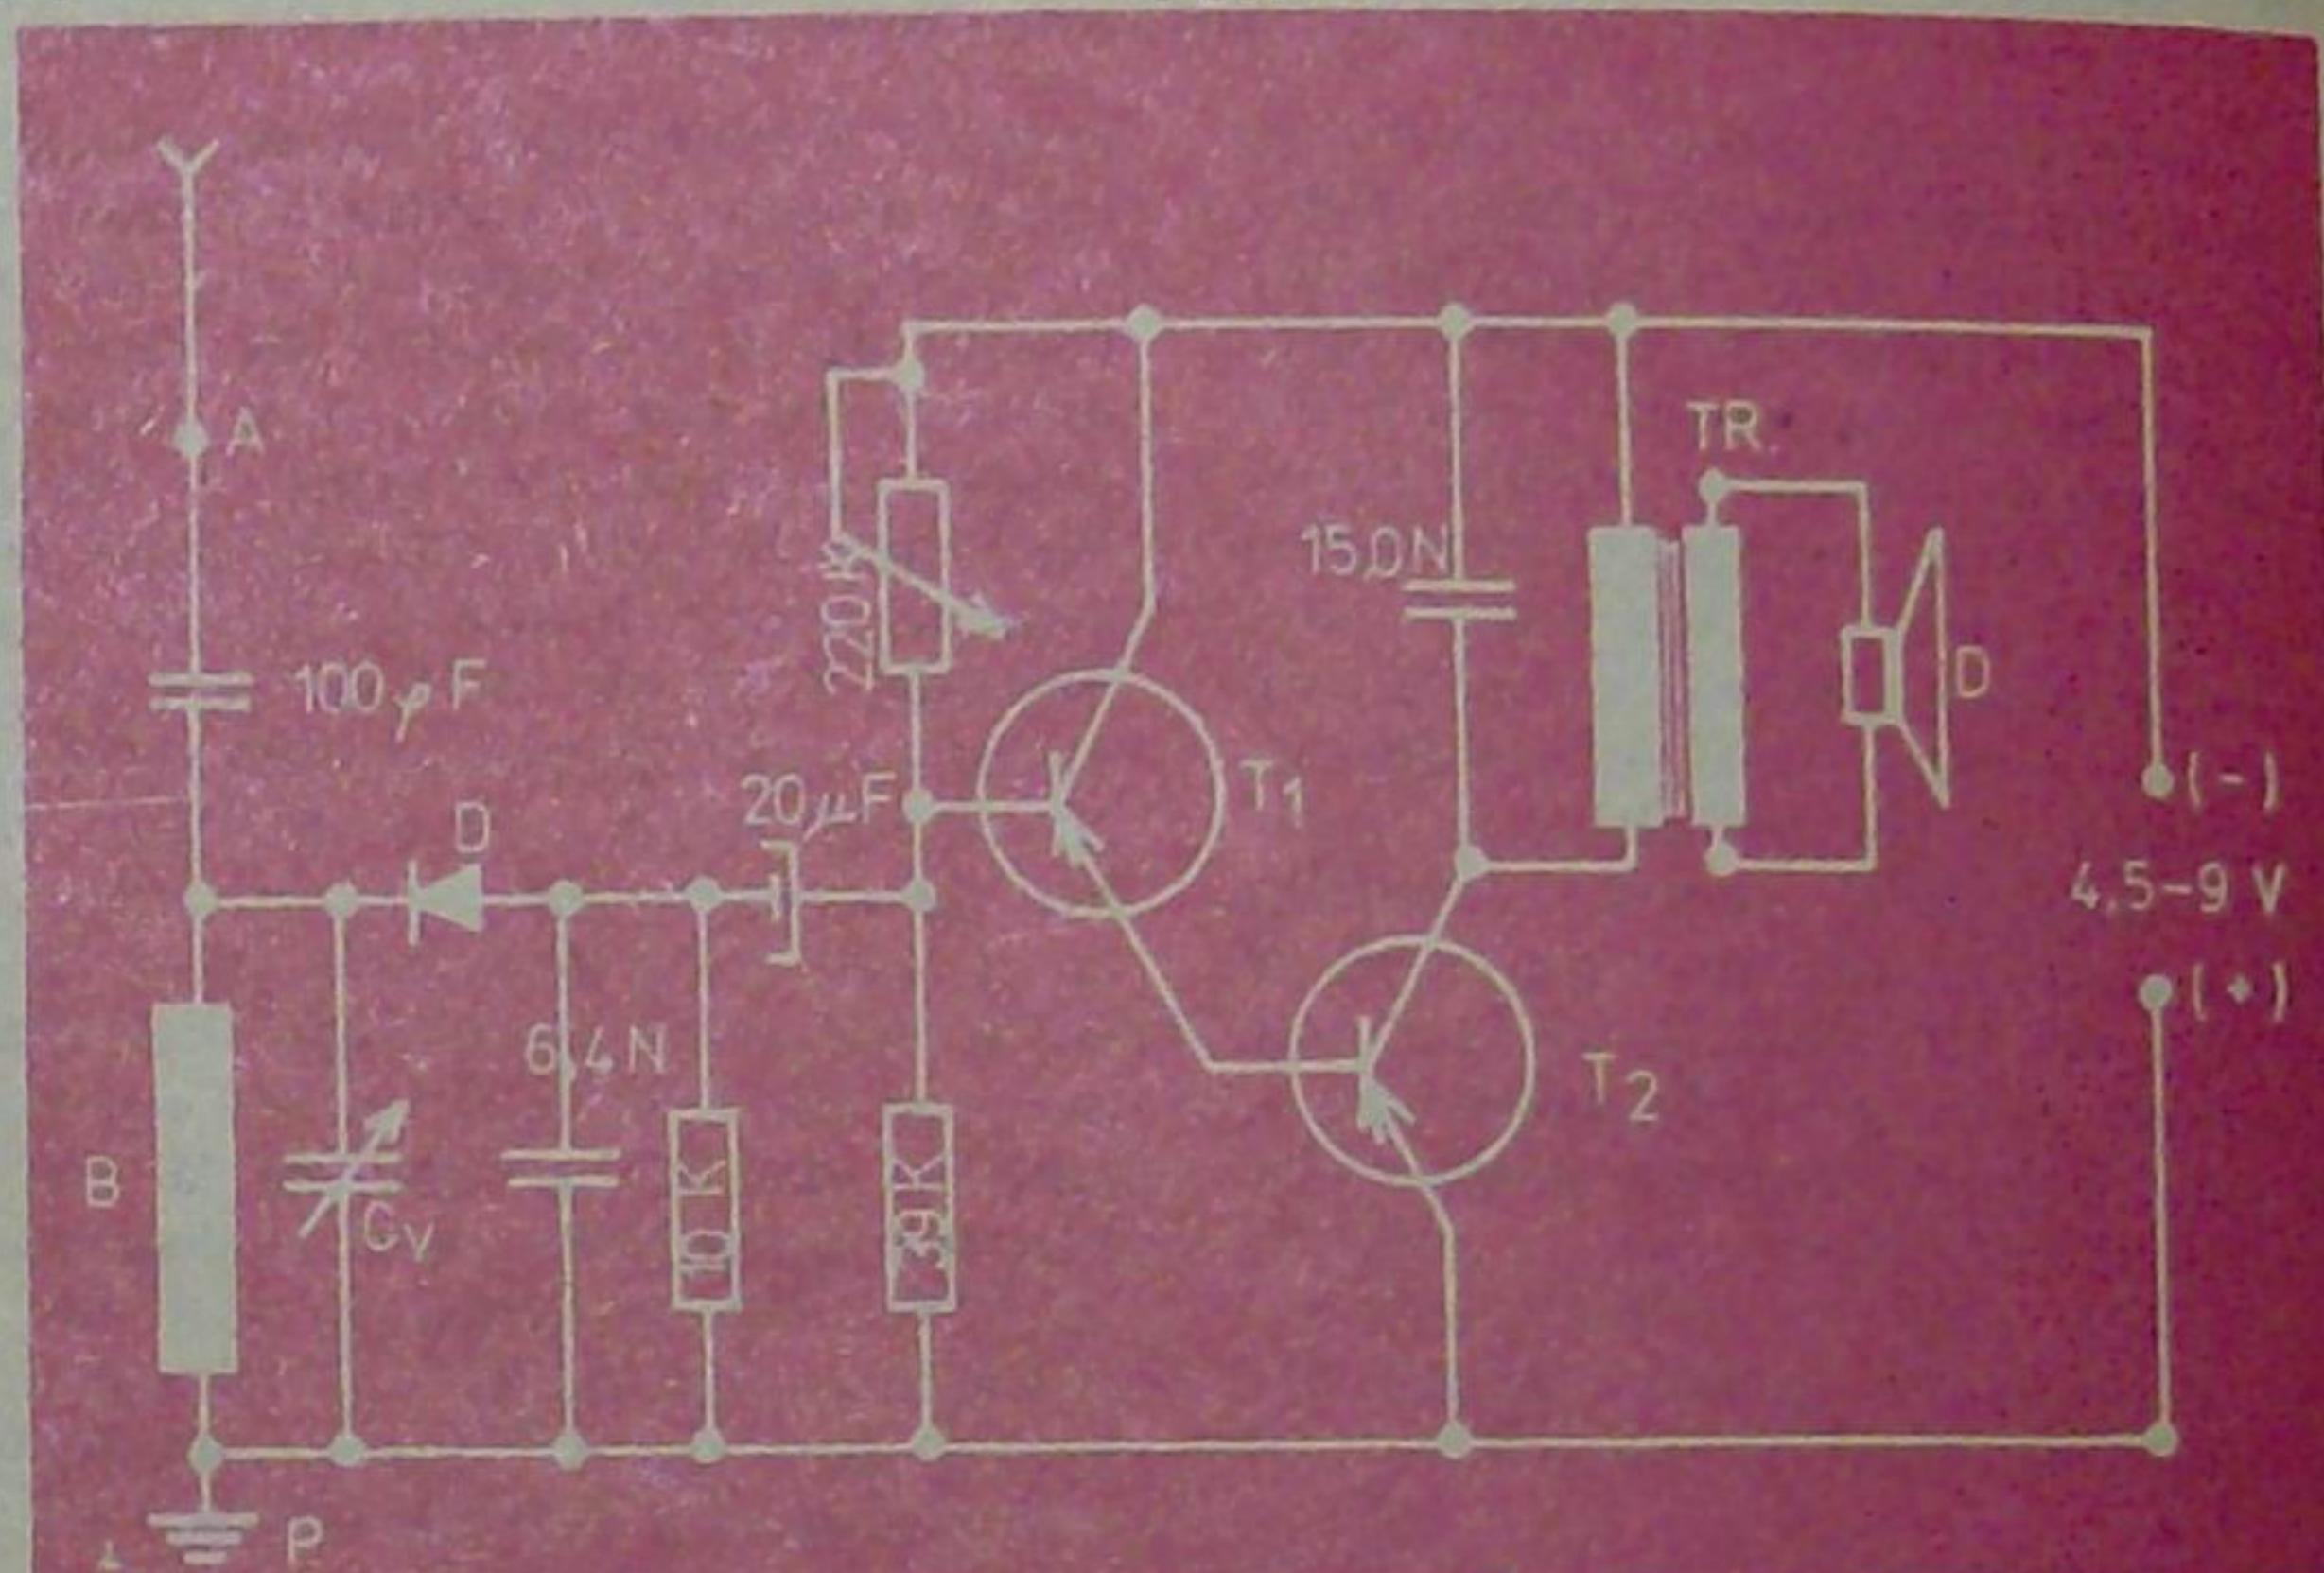

Fig. 3
3. Radioreceptor cu 2 tranzistoare (fig. 3)
Radioreceptorul din fig. 3 conține 2 tranzistori în amplificatorul de A.F., conectați în montaj cu Darlington, ce asigură o amplificare maximă a semnalului redresat de diodă, egală cu produsul  $B_1 \times B_2$  a factorilor de amplificare a celor 2 tranzistori. Din acest motiv audiația se poate face în difuzor, fiind suficient de puternică. Alegera polarizării optime a bazei tranzistorului  $T_1$  se realizează tot cu ajutorul potențiometrului semireglabil de 220 K.
Amplificatorul de audio-frecvență din fig. 4 reprezintă de fapt etajul final al radioreceptorului din fig. 3, putând fi utilizat și la depanarea etajelor I.F. a radioreceptoarelor.